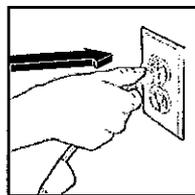

Fig. 37
- Branchez l'appareil sur la prise de courant, en veillant à ce qu'il n'y ait pas d'eau stagnante à proximité (fig. 37).